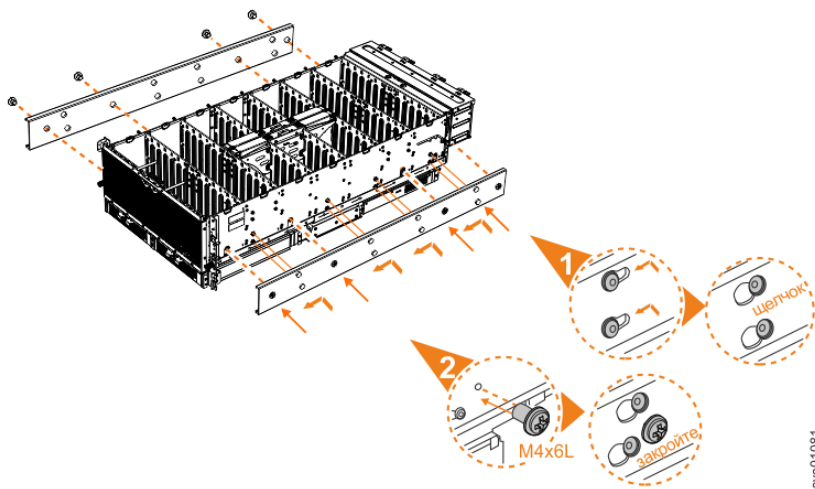

Рисунок 57. Прикрепление внутренней части направляющей к корпусу
5. Установите внутреннюю часть направляющей с каждой стороны корпуса расширения, как это показано на Рисунок 57 на стр. 58.